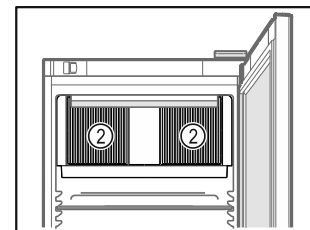

Fig. 58
- A belső térben lévő keringető ventilátor szellőzőnyílásait Fig. 58 (2) tartsa szabadon.